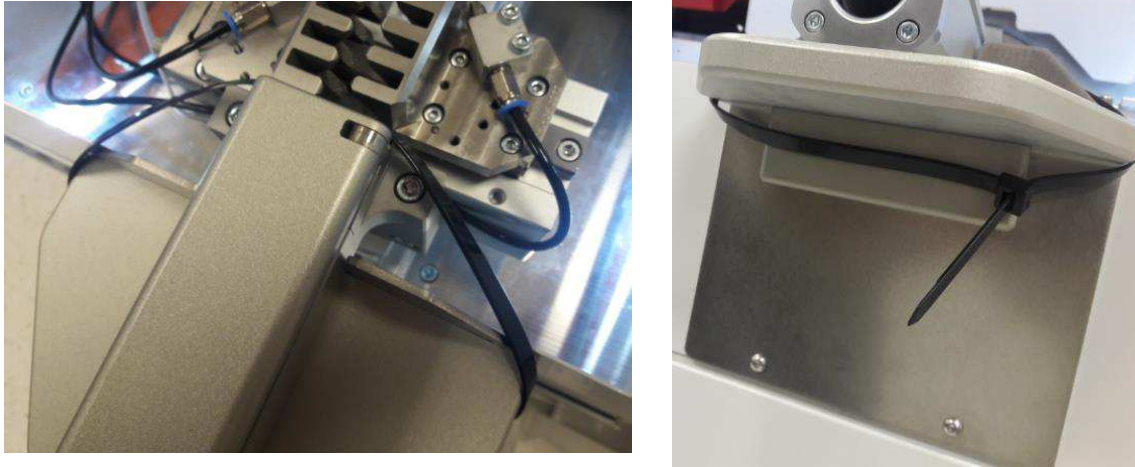

Abbildung 54
- (4) Entfernen Sie den Kabelbinder, der die Drahtzugvorrichtung in Position hält (siehe Abbildung 54).